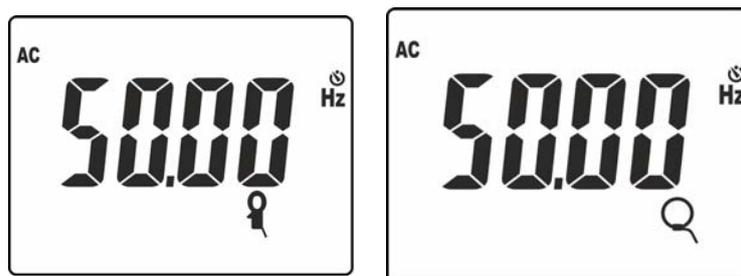

Fig. 40: Resultado da medição da frequência com pinça standard e flexível
9. Premir o botão **MODE/MXMNPK** para visualizar o valor da frequência da corrente CA com resolução elevada (ver Fig. 40).